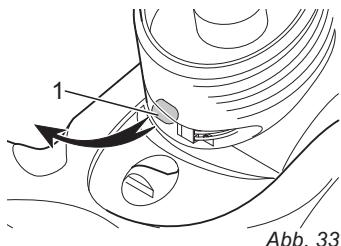

Abb. 33
2. Ziehen Sie den Leuchtkörper nach links aus der Fassung heraus (Abb. 33/1) und ersetzen Sie ihn durch einen neuen (Bestellnummer, ▷Kapitel 9, „Ersatzteile“).